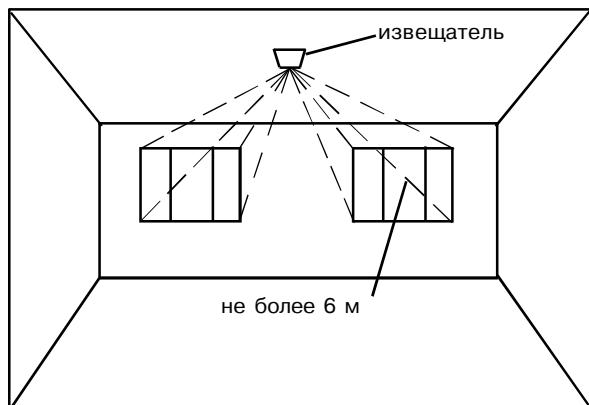
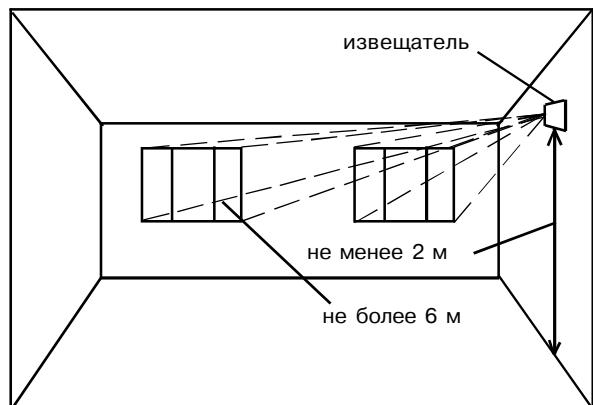
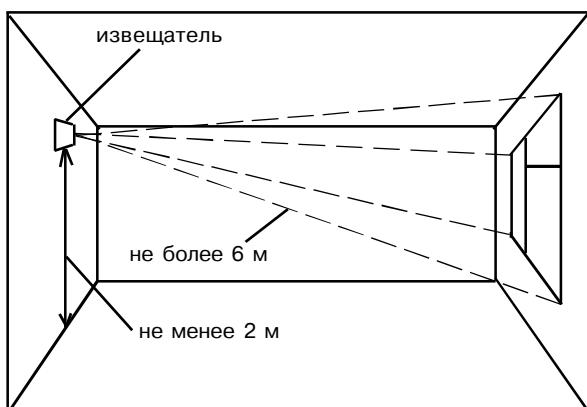
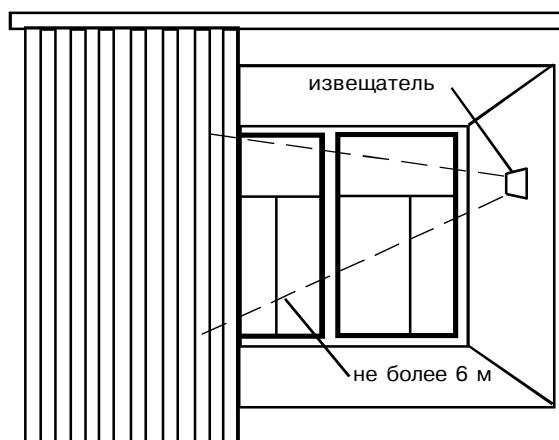

Рис. 5 - Установка извещателя на потолке
Рис. 6 - Установка извещателя на боковой стене
Рис. 7 - Установка извещателя на противоположной стене
Рис. 9 - Установка извещателя между
- допускается установка извещателя на любой из боковых (рис. 6) или противоположной (рис. 7) стене, а также на потолке помещения (рис. 5 и 8) или в простенке между охраняемым стеклом и занавесиями (рис. 9);